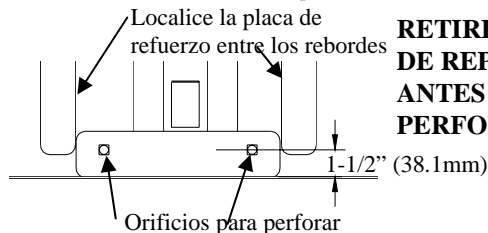
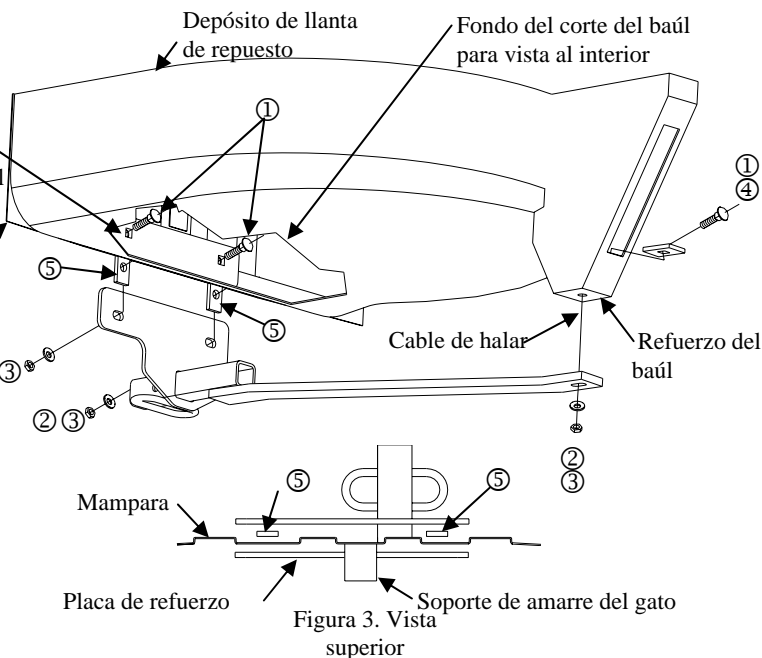

Figura 2
Figura 3. Vista superior
①	Cant. (3)	Pernos de carruaje 1/2-13 X 2.00 GR5	④	Cant. (1)	Espaciador .250 X 1.50 X 2.00 (orificio cuadrado)
②	Cant. (3)	Arandela cónica	⑤	Cant. (2)	Espaciador .250 X 1.00 X 2.00 (orificio redondo)
③	Cant. (3)	Tuerca hexagonal, 1/2-13
- 2 Quite los dos (2) remaches plásticos que sostienen las lengüetas de la placa protectora al vehículo. Nota: Quite el centro del remache con un destornillador. Los remaches se deben reinstalar.
- 5 Coloque la placa de refuerzo al interior del depósito de la llanta de repuesto, en el fondo del baúl. Localice longitud de 1-1/2" contra la base del baúl. Coloque entre los rebordes como se muestra en la Figura 2. Perfore dos orificios.
- 6 Inserte los pernos de carruaje a través del soporte y placa de repuesto y coloque dos (2) espaciadores (pieza 5) en los pernos de carruaje desde el lado opuesto de la mampara.
- 7 Levante el enganche a su posición en los dos pernos de carruaje, colocando el espaciador entre la mampara y el enganche. Ver Figura 3. Sin apretar instale la arandela cónica y las tuercas hexagonales (pieza 2 & 3).